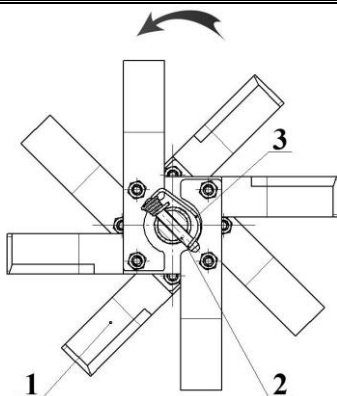

Рисунок 13 – Положение пружины шплинта относительно вращения культиваторов.
1.2.4.2.4 Установите собранные культиваторы на выходной вал мотоблока так, чтобы при движении мотоблока острые кромки ножей культиваторов располагались по ходу вращения выходного вала суппорта как показано на рисунках 12а, 12б, 12в или 12г. Закрепите культиваторы с помощью шплинтов, так как показано на рисунках 12. Пружина шплинта 2 (рисунок 13) должна быть защелкнута в противоположную сторону от вращения культиватора. Для улучшения собираемости и демонтажа, рекомендуется выходной вал мотоблока смазать консистентной смазкой типа «Солидол».